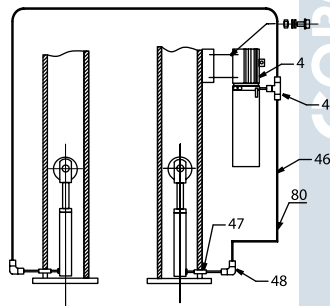

Рисунок 8 – Установка насосной станции и подключение гидролинии
- Подсоедините гидравлические шланги как показано на рис. 8
- Установите насосную станцию как показано на рис. 8.